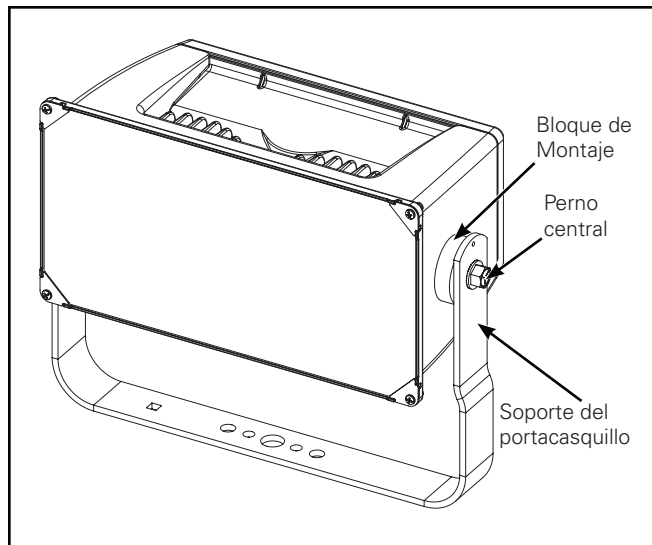

Figura 3.
**Montaje en horquilla (Figura 3.)**
2. Afloje, pero no quite los (2) pernos centrales. (Figura 3.)